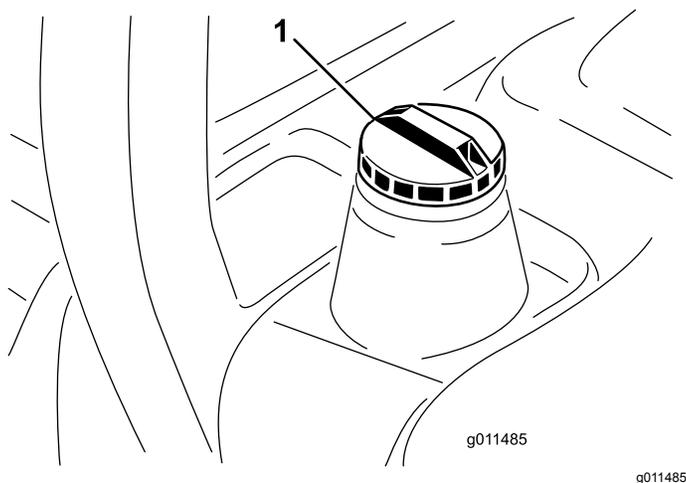

Figura 20
3. Retire a tampa do depósito de combustível (Figura 20).